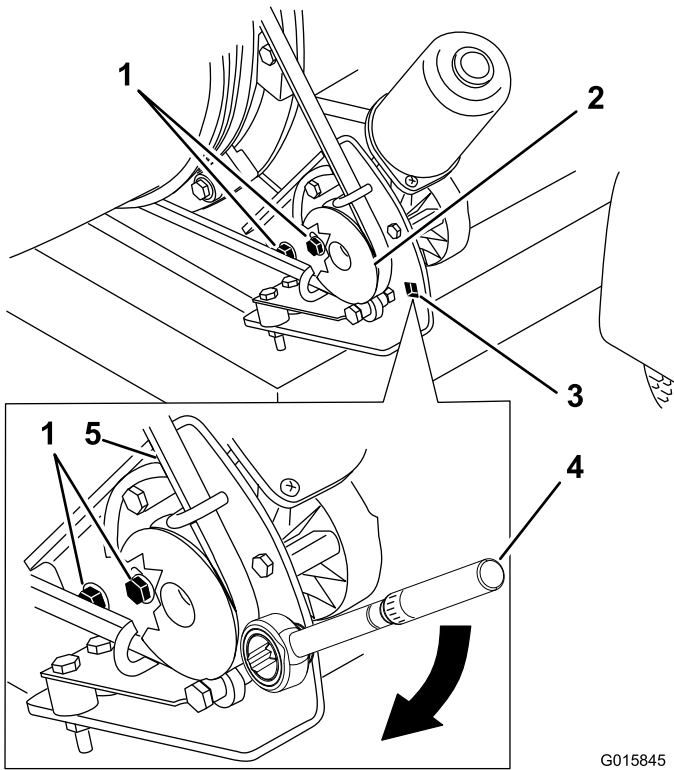

Figura 34
1. Afloje los pernos que sujetan el soporte de montaje de la polea al bastidor del soplador (Figura 34).
2. Coloque una llave dinamométrica en el soporte de montaje de la polea (Figura 34).
3. Gire el soporte de montaje de la polea alejándolo de la tobera del soplador hasta que la llave dinamométrica dé una lectura de 23–26.0 N·m (200–230 pulgadas-libra) (Figura 34).